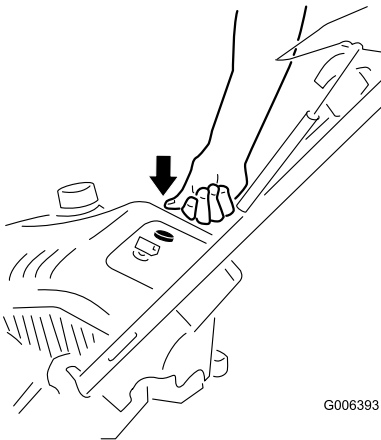

Figure 14
3. Appuyez fermement à 3 reprises sur l'amorceur avec le pouce, en marquant une pause d'une seconde chaque fois (Figure 14).